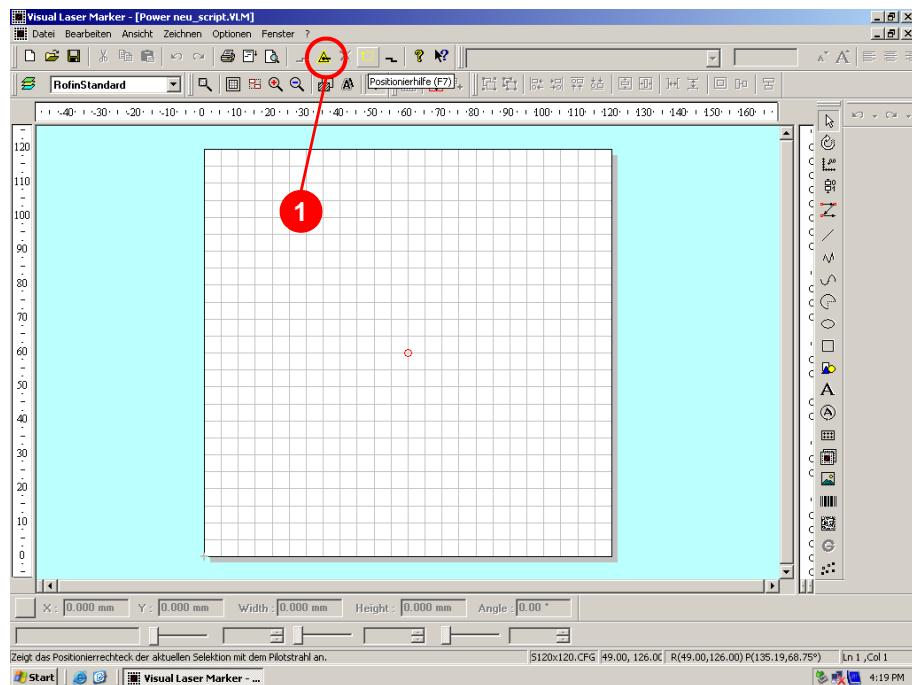

Abbildung 4.11 Hauptlaser starten
Das Starten des Hauptlasers erfolgt in der VLM-Software über den entsprechenden Button (1) (Abbildung 4.11).
Das Starten des Positionierlasers erfolgt in der VLM-Software über den entsprechenden Button (1) (Abbildung 4.11) oder über die Taste F7.